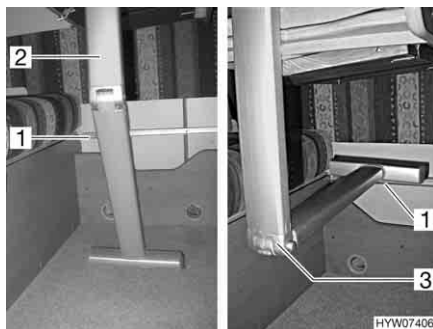

Fig. 80 Tavolo sospeso con supporto snodabile
- Sbloccare il piede del tavolo (Fig. 80,2) sul giunto e ripiegarlo.
- Agganciare il tavolo sospeso nella sbarra di aggancio inferiore (Fig. 80,1) e collocarlo sul giunto del piede del tavolo (Fig. 80,3).